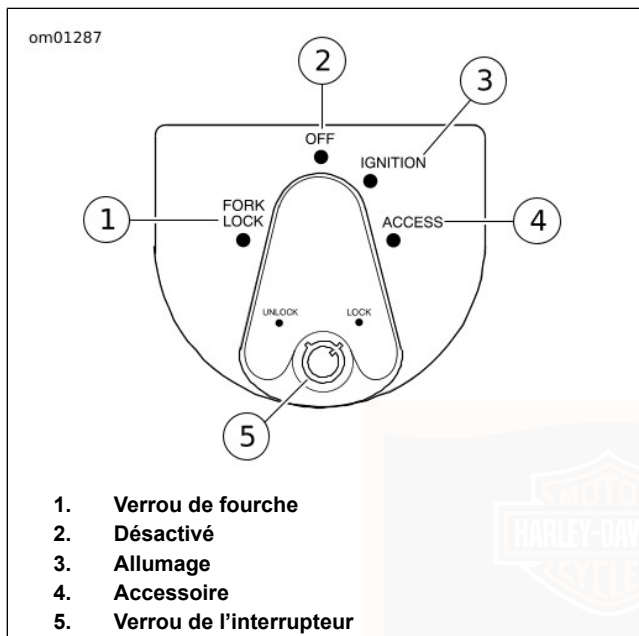

Figure 4. Interrupteur à clé d'allumage/phare
Voir Figure 4. L'interrupteur d'allumage commande les fonctions électriques de la moto.
Voir Figure 4. L'emploi du verrouillage de fourche dès que l'on gare sa moto découragera l'utilisation non autorisée ou le vol d'une moto garée. Le verrou de fourche est incorporé dans l'interrupteur d'allumage.
2. Voir Figure 4. Tourner l'interrupteur à la position fourche verrouillée (FORK LOCK) et enfoncer le bouton.
2. Voir Figure 4. Mettre l'interrupteur à clé d'allumage/phare en position allumage (IGNITION) et appuyer sur le commutateur du DÉMARREUR pour mettre en route le moteur du démarreur.
2. Voir Figure 4. Tourner la clé de contact vers la position arrêt (OFF) pour amener l'allumage complètement à la position arrêt (OFF).